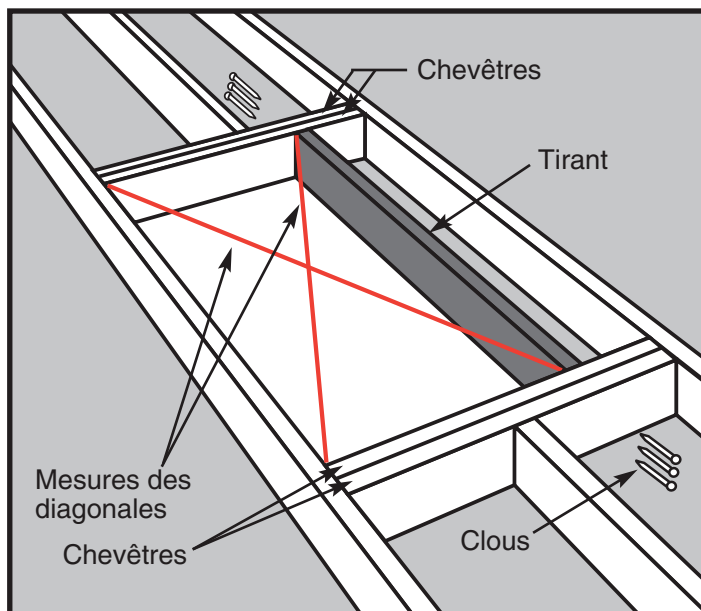

Figure 18
- ÉTAPE 4.** Positionnez le ou les tirants le long du ou des côtés non-encadrés de votre emplacement (Voir la Figure 18). Vérifiez que les dimensions intérieures de l'encadrement sont de 63.5 x 167.6 cm.
- ÉTAPE 5.** Pour fixer le ou les tirants sur les chevêtres, utilisez des clous qui soient suffisamment longs pour traverser les deux chevêtres et entrer dans le tirant d'au moins 2.5 cm (1"). Mettez le ou les tirants perpendiculairement aux chevêtres et plantez (3) clous 16d au travers des chevêtres et dans les tirants.
- Vérifiez la perpendicularité, puis clouez à l'autre extrémité. Vérifiez la perpendicularité des côtés de l'ouverture en mesurant ses diagonales. **Ces mesures doivent être égales à 3 mm près pour que la perpendicularité soit acceptable** (Voir la Figure 18).